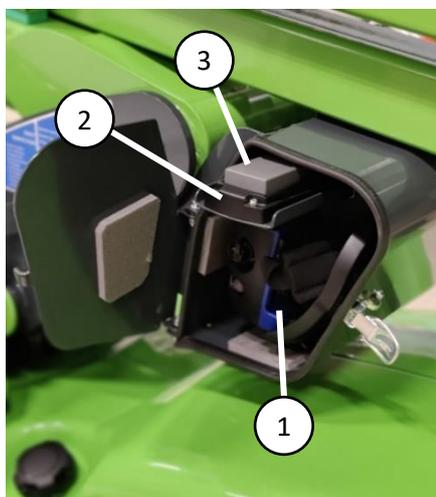

Figura 8. Pannello di comando inferiore
- Gli interruttori di arresto di emergenza presenti nei pannelli di comando superiore (figura 7 (11)) e inferiore (figura 8 (4)) possono essere utilizzati contemporaneamente.